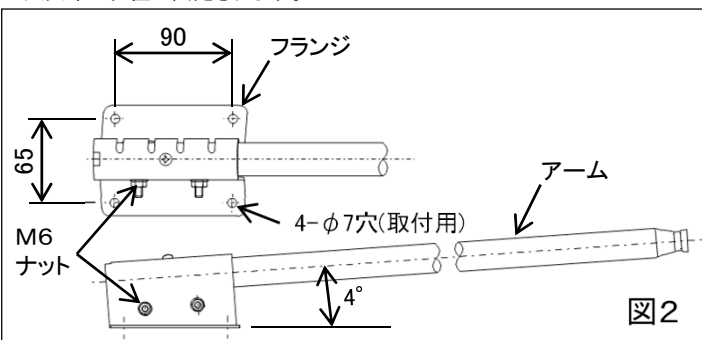

図2
- ・フランジの取付穴(図2)を使用して質量に耐える場所に、M6ボルト4本(別途手配)を使用して確実に取付けてください。